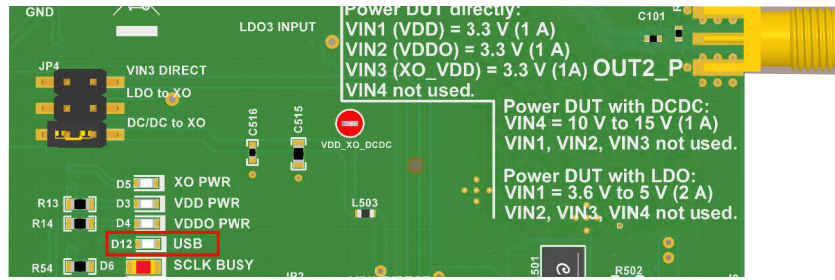

图 2-1. USB LED
- 点击 *Identify* 使 LED 闪烁，如图 2-1 所示。这样可确认您已连接到希望连接的电路板。请注意，已连接到 PC 但未通过 TICS Pro 实例连接的 USB2ANY 器件，可能会持续以 1 秒亮、1 秒灭的慢速闪烁。点击 *Identify* 按钮后，LED 会以约 0.5 秒亮、0.5 秒灭的频率快速闪烁约 5 秒钟。